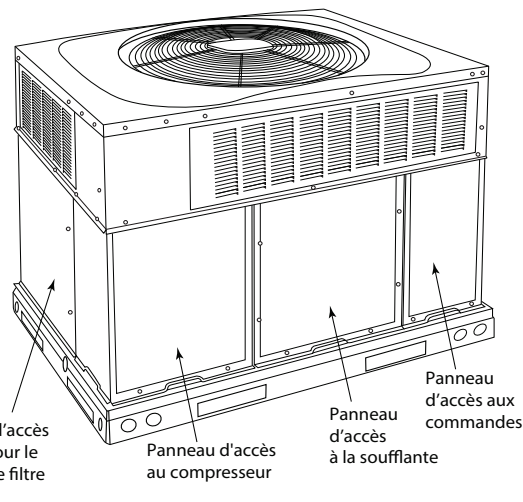
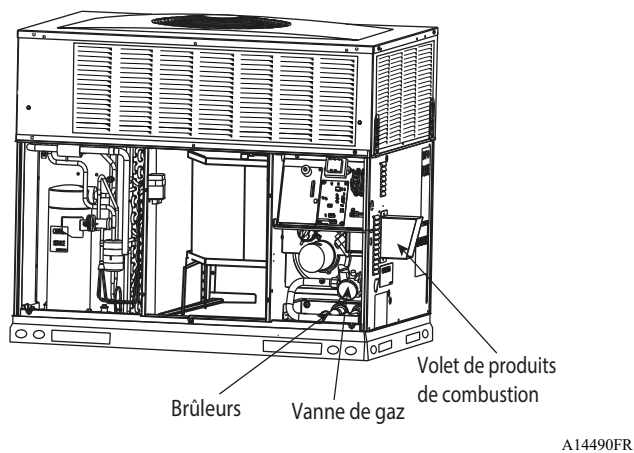

Fig. 2 – Panneau d'accès de l'appareil
Fig. 3 – Appareil de chauffage au gaz et de climatisation électrique avec panneau d'accès retiré
Consultez la Fig. 2 pour connaître l'emplacement du panneau d'accès avant de l'appareil. Consultez la Fig. 3 pour connaître l'emplacement du robinet de gaz. Consultez la Fig. 4 pour effectuer les étapes suivantes.
4. Retirez le panneau d'accès de commande au moyen d'un tournevis à douille de 7,9 mm (5/16 po). (Consultez la Fig. 2.)
4. Retirez le panneau d'accès de commande. (Consultez la Fig. 2.)
Pour remplacer ou inspecter les filtres dans un support accessoire de filtre (consultez la Fig. 2) :